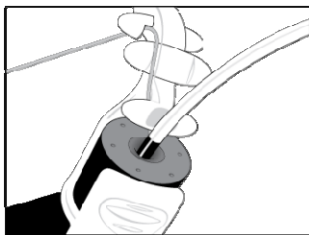

図 4
- ⑦ 本品を内視鏡から抜去するには、ガイドワイヤがその場に固定されていることを確認し、カテーテルを引き戻す。メタルバンドがガイドワイヤロックデバイスで目視確認でき、抵抗を感じるまでガイドワイヤ用ルーメンからガイドワイヤを引き離しながら引き戻す(図4参照)。